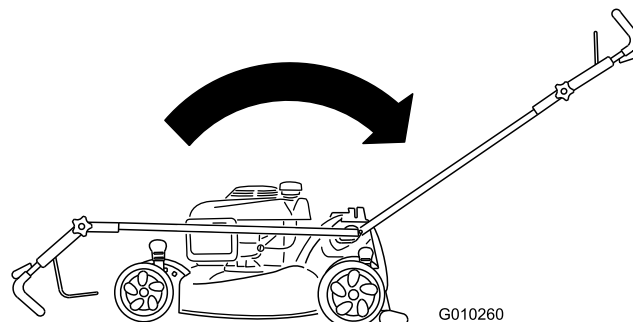

Figura 50
2. Mueva el manillar a la posición vertical (Figura 50).